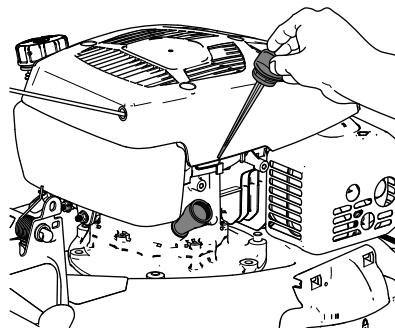

Figure 26
3. Tournez le bouchon dans le sens antihoraire et sortez la jauge (Figure 26).
4. Inclinez la machine sur le côté (filtre à air en haut) pour vidanger l'huile usagée par le tube de remplissage (Figure 26).